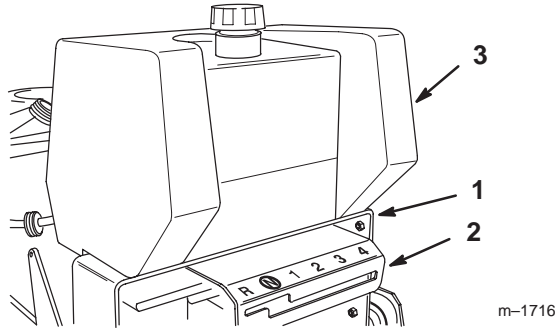

Bild 3
1. Schieben Sie das Armaturenbrett über den Schalthebel und unter die Unterseite des hinteren Chassis (Bild 3). Richten Sie den Kraftstofftank mit der Oberseite des hinteren Chassis aus (Bild 3).